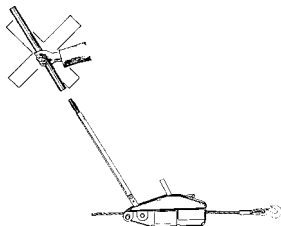

Abb. 4
- Eine Hebelverlängerung ist nicht statthaft (s. Abb. 4). Es dürfen nur Original-Standardhebel verwendet werden.